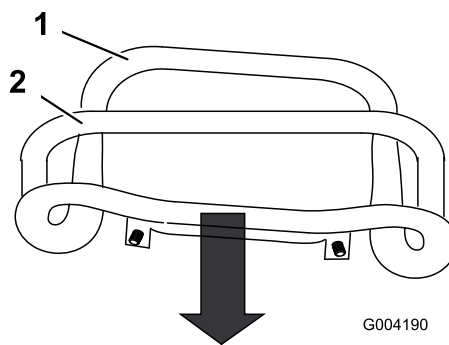

Figure 52
3. Tirez la commande de déplacement tout droit en arrière pour mettre l'avant en contact avec la barre de référence (Figure 52).